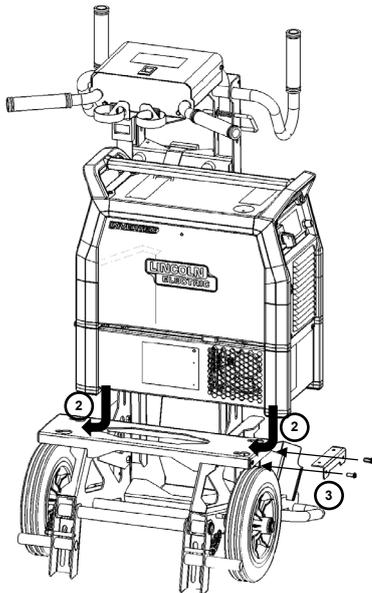

Figura 4
2. Deslice la fuente de alimentación + refrigerador en los orificios de la placa (Figura 4).
3. Atornille el metal de bloqueo para evitar el movimiento del equipo completo (Figura 4).